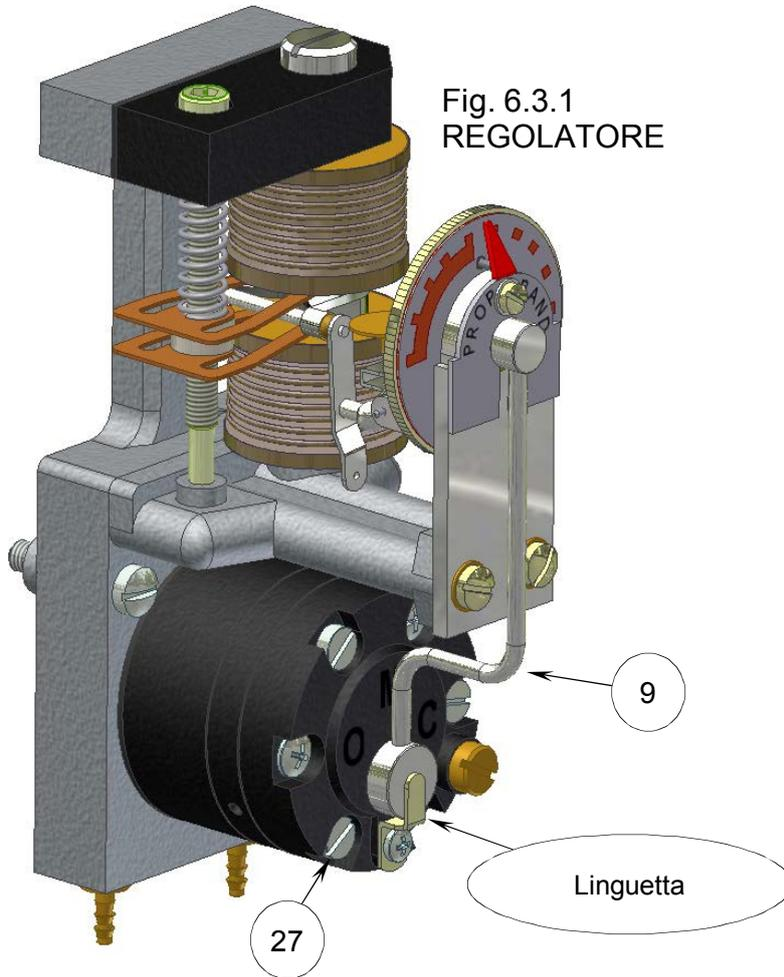

Fig. 6.3.1
- 1) Allentare l'apposita linguetta di fissaggio del tubetto (9 Fig. 6.3.1) al relè.
- 2) Allontanare il raccordo inferiore del tubetto (9 Fig. 6.3.1).
- 3) Rimuovere le tre viti di fissaggio (27 Fig. 6.3.1) ed estrarre il relè.